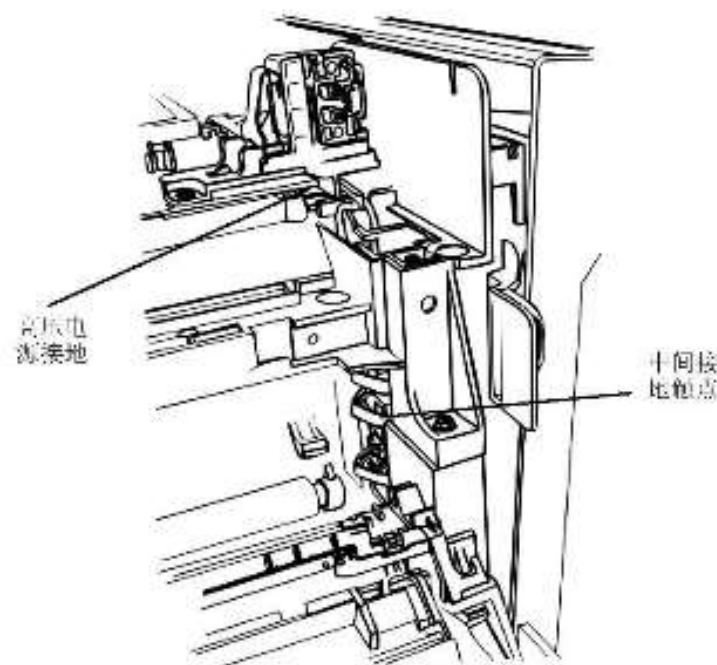

图4 高压电源和转印车接地
润滑定位线轴承(图 4)。参考第 6 部分工具和材料表中的润滑油制作几张副本，制作副本时都有噪声。
b. 红表棒接高压电源接地(图4)
c. 红表棒接中间接地触点(图4)。